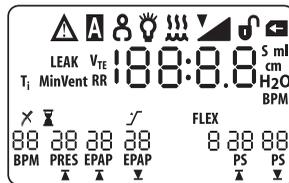

Figure 6-1 Écran d'autodiagnostic
- a. Le premier est l'écran d'autodiagnostic, illustré à la figure 6-1. Il s'agit d'un test interne effectué par l'appareil.